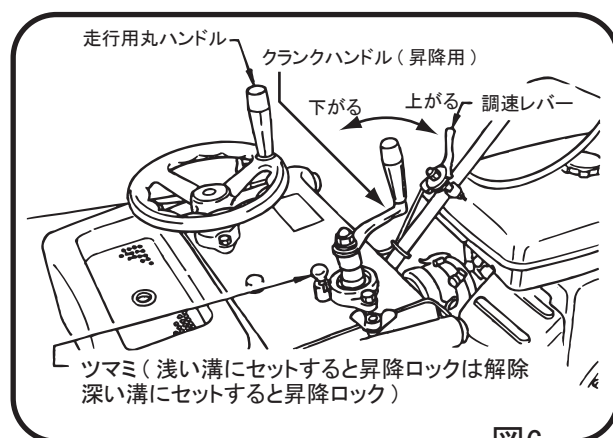

図 6
本機を昇降する時は、右側のクランクハンドルのすぐ下にあるツマミを上方に引き浅い溝にセットするとロックが解除されます。クランクハンドルを右へ回すと本機は上がり、左へ回すと下がります。切削深さ G は決定したら、ツマミを深い溝の方へセットして下さい。本機の上下がロックされます。(図 6)
- 8-2-2 調速レバーを徐々に上げていき、エンジン回転数を高速にセットします。(図6 <P12>)